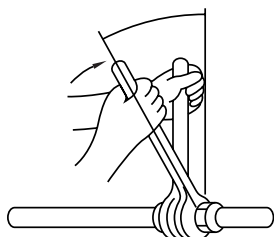

Fig. 5-8
- Aplique una capa fina de aceite refrigerante en la superficie de asiento de la tubería. (Fig. 5-8)